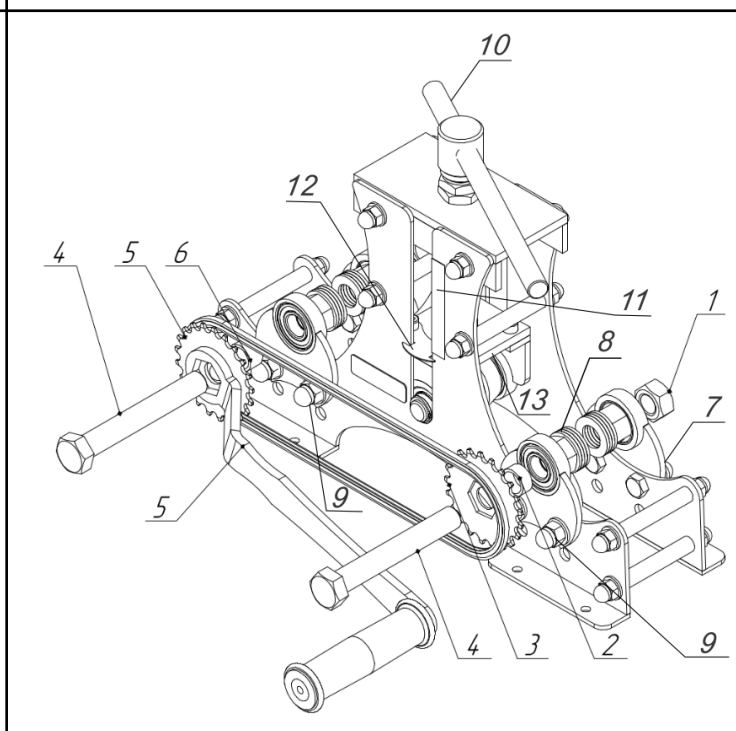

Рис. 4. Профилегипб "удачный Стандарт"
3. Вращая ручку (10) на Рис. 4 установите профилегиб в верхнее положение, позволяющие без усилий вставить на валы профильную трубу.
4. Установите профиль (пруток) на поверхность валков (6) на Рис. 4.
Трубогиб "Удачный-Стандарт" позволяет изменять высоту установки валков. Для того, чтобы сменить положение валков, открутите болты крепления фланцев (опоры) (9) на Рис. 4 на всех четырех опорах. Для удобства можно снять валки. Переместить в нужное положение и закрепить. Если валки сняты, установить их на место.